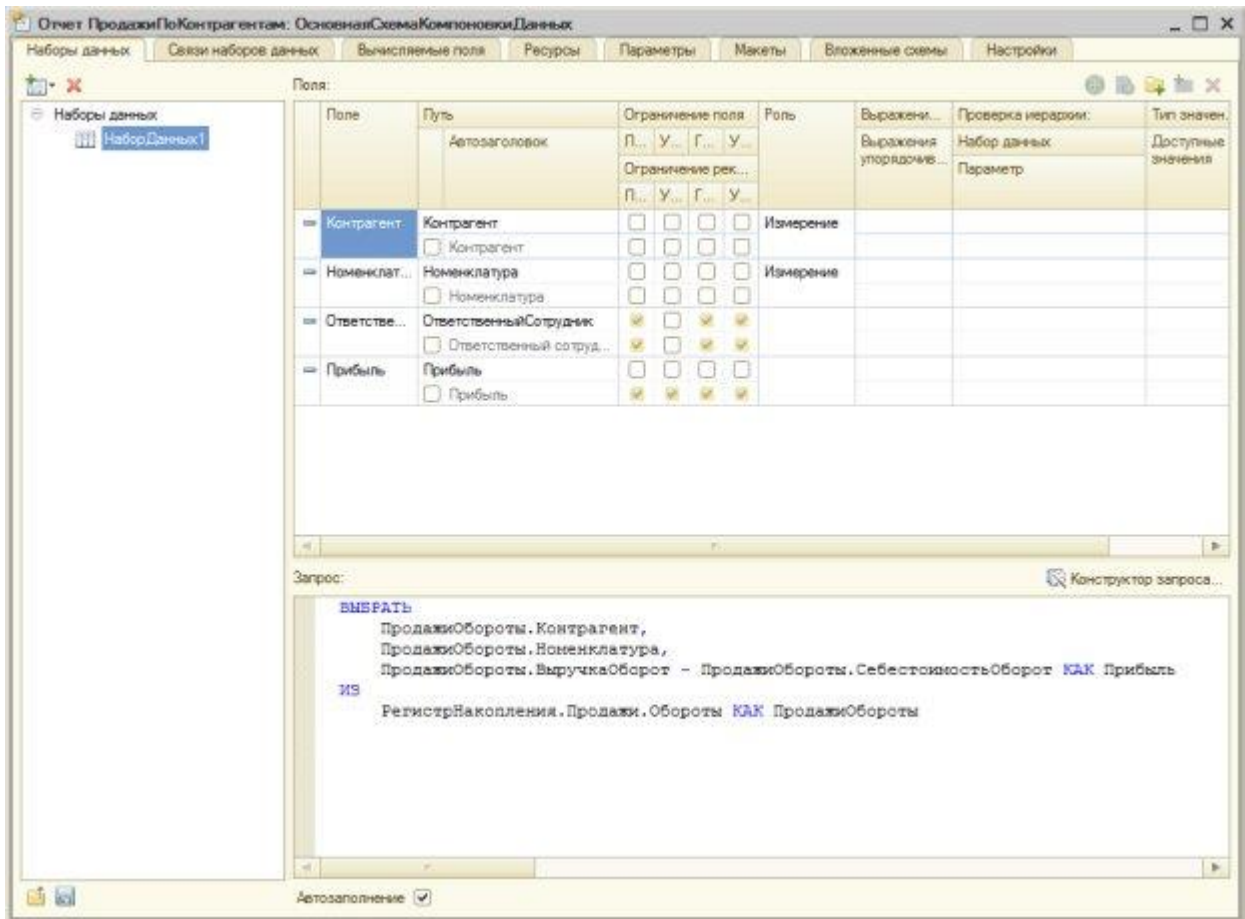

Рисунок 16.1- Набор данных в конструкторе СКД
2. Откроем основную схему компоновки данных отчета. Добавим новый набор данных – **Запрос**. Создадим с помощью конструктора запроса запрос следующего содержания, Рисунок 16.1.